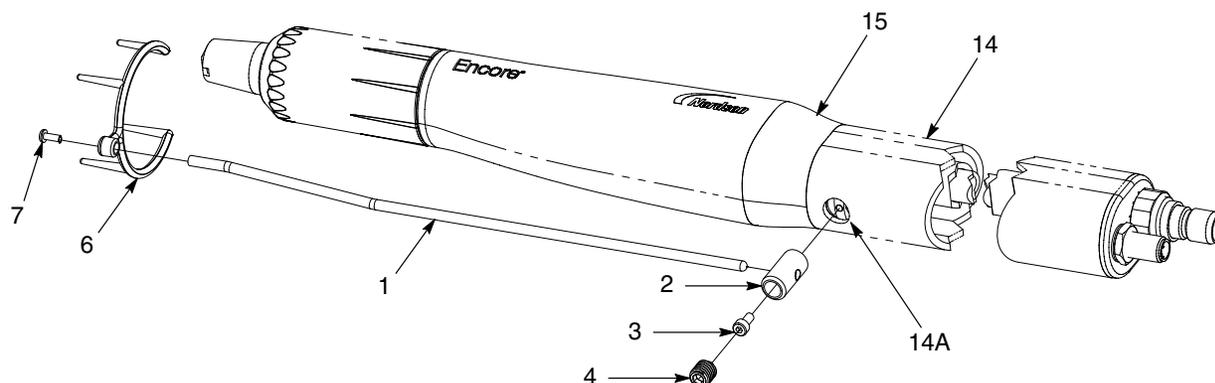

Figura 3 Installazione del collettore di ioni - pistola con montaggio su tubo
2. Vedi figura 3. Inserire lo stelo (2) nel foro di montaggio (14A) e fissarlo alla piastra di terra nel gruppo del corpo posteriore (15) con la vite a brugola (3).
3. Inserire l'asta del collettore (1) nello stelo e fissarla con la vite di arresto con punta di nylon M10 x 10 (4).
4. Applicare la punta multipunto (6) all'asta del collettore (1) usando la vite M3 x 8 (7).